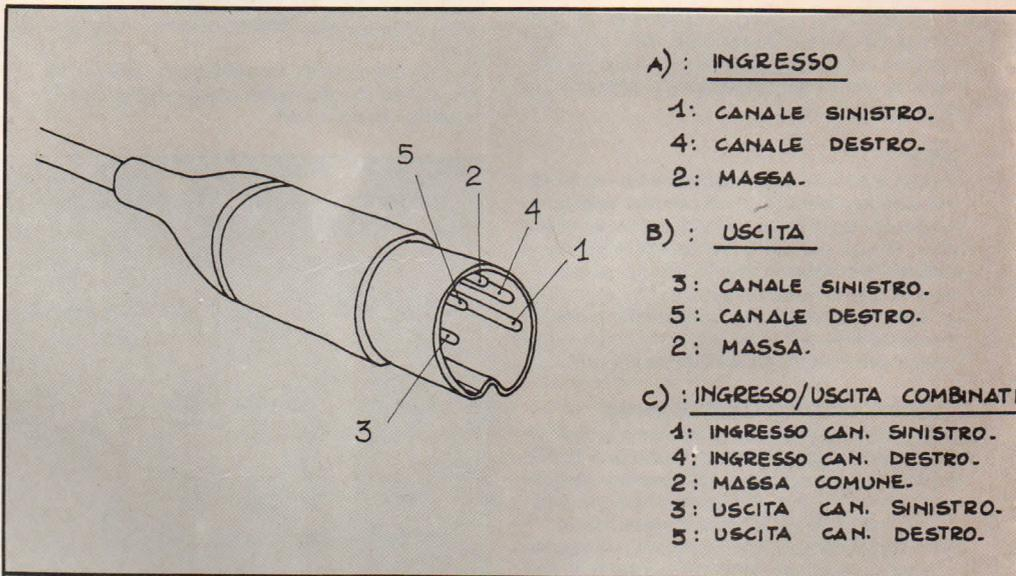

Fig. 15: Collegamenti ai piedini di uno spinotto a norme «DIN» nel caso di ingresso (A), uscita (B), ingresso/uscita combinati (C).
I collegamenti dei vari piedini di una spina «DIN» sono illustrati nella Fig. 15 nel caso di «ingresso» (A), di «uscita» (B), e di ingresso/uscita combinati. In nessun caso bisogna trascurare il collegamento di «massa» dei giradischi (se presente) all'apposito morsetto «GND» dell'amplificatore, e, possibilmente anche il collegamento tra quest'ultimo ed una buona presa di terra. Fig. 16.